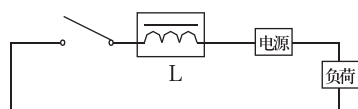

图11
- 参考3：使用电压比图1所示值还高,接点与负载之间的电缆线长大于10m时,配线间形成电容,易产生电涌电流,还可能导致接点熔化。此时可照图11所示,在接点附近串接电涌抑制元件。